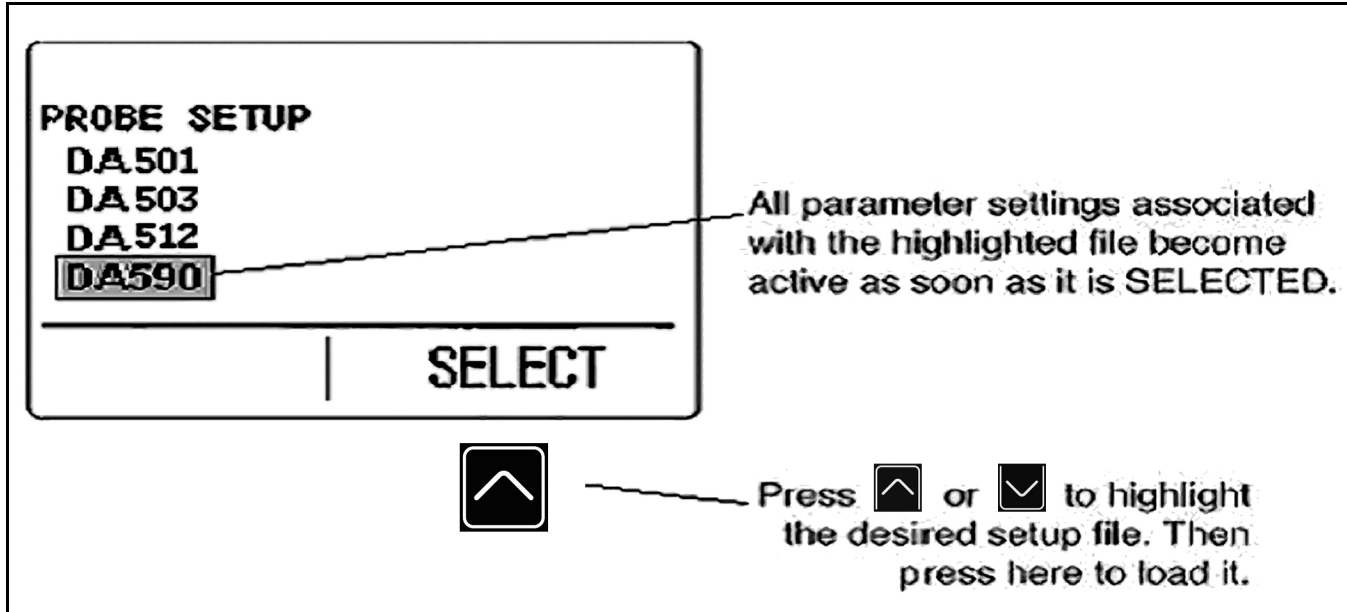

Figura 4: Modo de Pantalla de Instalación de Sonda
- **Modo de Pantalla de Inicio de Sonda** – Permite al usuario seleccionar uno de los tipo de inicio del aparato predeterminados, cada uno de los cuales se corresponde con un modelo de sonda específico (véase *Figura 4 en la página 11*).